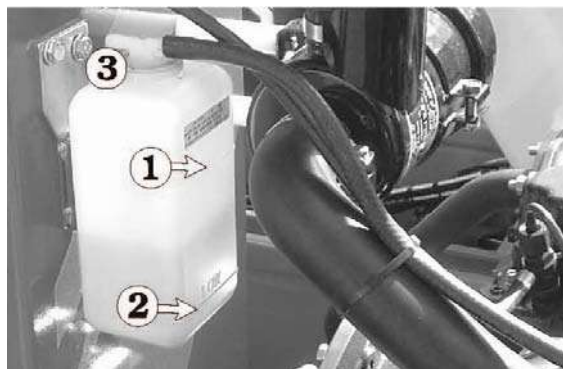

Fig. 7.7 – Kylvätskenivå
Kubotamotorn är vätskekyld. Kylvätskenivån ska vara mellan nivåerna FULL ① och LÅG ② (se fig. 7.7).
Stäng av motorn med nyckelbrytaren på nedre manöverboxen. Ta bort locket ③ (se Fig. 7.7) på expansionskärllet. Fyll på kylvätska och sätt tillbaka locket.